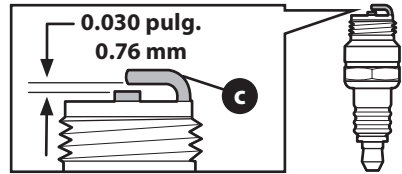

Figura 14
3. Mida la separación de bujía con un calibre. Corrija de ser necesario torciendo el electrodo lateral (c) (Figura 14). La separación debe establecerse en 0.030 pulgadas (0.76 mm).